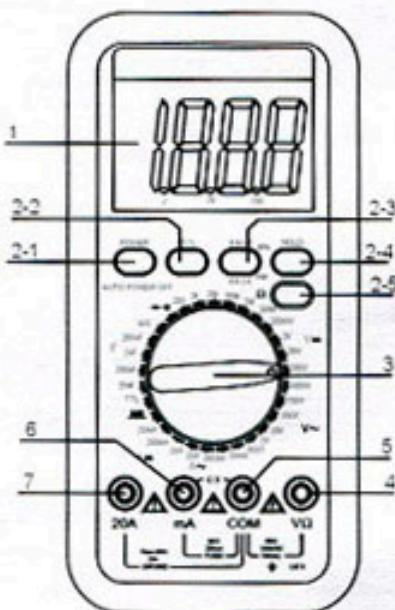

Рисунок 1. Передняя панель прибора.
2. Определите тип транзистора (NPN или PNP), подключив эмиттер, коллектор и базу транзистора к тестовому гнезду (л. 2-3, рис. 1).